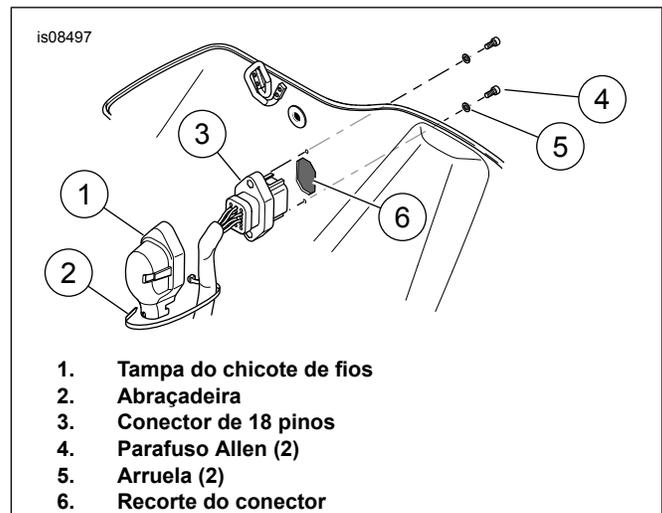

Figura 4. Instalação do conector de 18 pinos e da tampa
3. Veja Figura 4. Insira o lado dos pinos do conector de anteparo de 18 pinos (3) do chicote de fios do alforje através do furo do alforje pelo lado de dentro. Fixe o conector pelo **lado de fora** do alforje com dois parafusos Allen (4) e arruelas (5). Aperte.